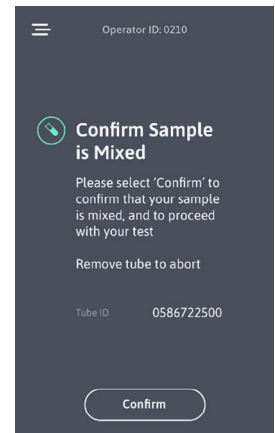

Рисунок 13
2. Нажмите «Подтвердить» на сенсорном экране для подтверждения того, что образец перемешан в достаточной степени (Рис. 13).